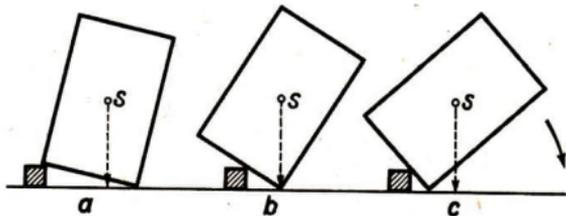

Abb. 57
*Unter welchen Umständen fällt ein Körper um?* Aus Abb. 57 können wir entnehmen, welche Umstände dafür bestimmend sind, daß ein Körper nicht mehr in seine frühere Lage zurückfällt!